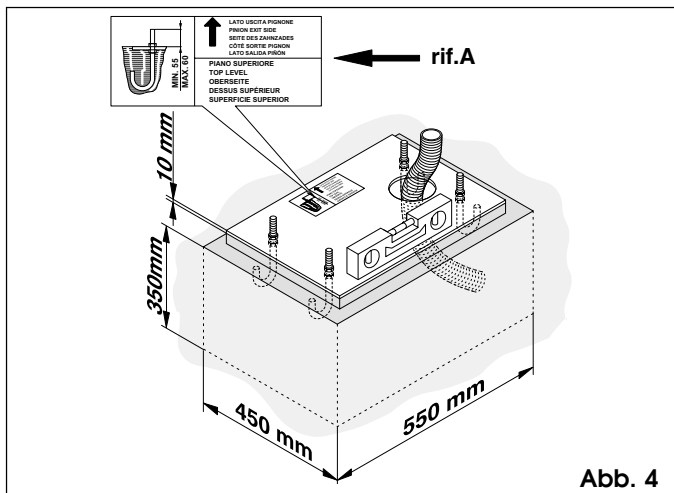

Abb. 4
- 1) Die Anbringung der Fundamentplatte muß nach Angaben von Abb. 4 erfolgen.
- 2) Die Fundamentplatte nach Angaben in Abb. 4 Pos. A einrichten.
- 3) Gründungspfahl gem. Abb. 4 herstellen und beim Einmauern der Fundamentplatte ein bzw. mehrere Schutzrohre zum Verlegen der elektrischen Kabel einziehen. Mit einer Wasserwaage die Ebenheit der Fundamentplatte überprüfen. Solange warten, bis der Zement abgebunden hat.